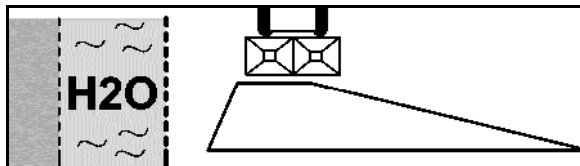

Рис. 58
2. Распределение по канаве в соответствии с предписанием о внесении удобрений (Рис. 58):